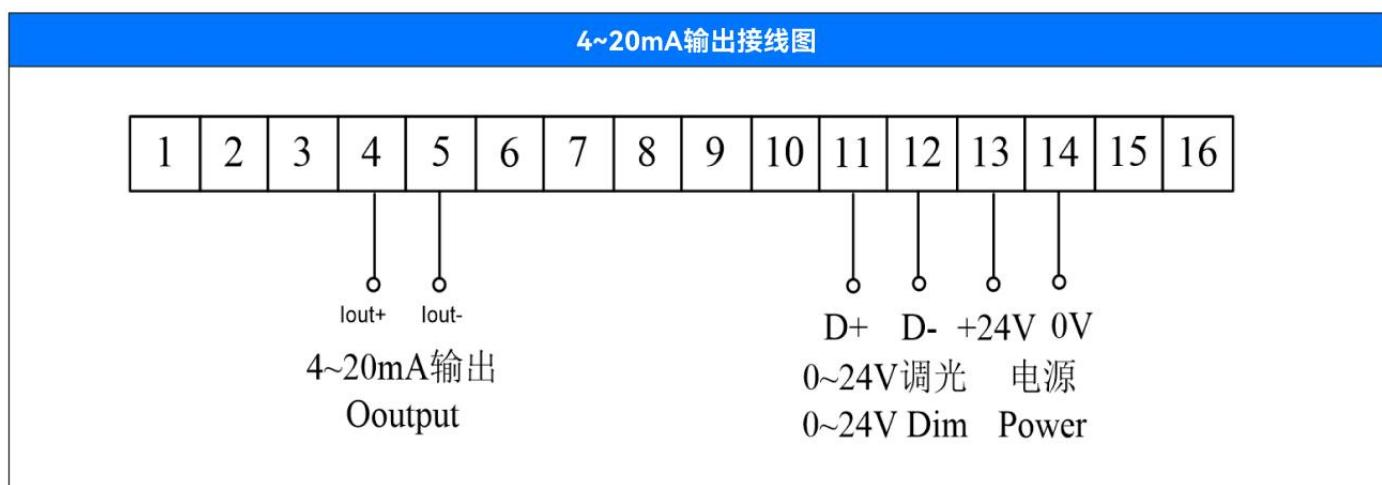

图2.4
4. 输出信号：手柄可以为控制系统提供多种可选的输出信号，包括电位器直接输出、 $4\sim 20mA$ ，也可以提供正倒车无源开关触点。电位器直接输出型的接线请参考接线图1.5，对应关系请参考图2.1。对于 $4\sim 20mA$ 输出的接线如图2.4所示：
5. 背光调节模式：手柄的薄膜采用冷光源设计，亮度可调节，调光模式包括电阻器调节（其中电阻器调光方式仅适配我司型号VDM-96调光器，阻值为 $2K\Omega$ ）、0~24V电压调节、PWM，接线如图1.5和图2.4所示。接线如图1.5和图2.4所示。